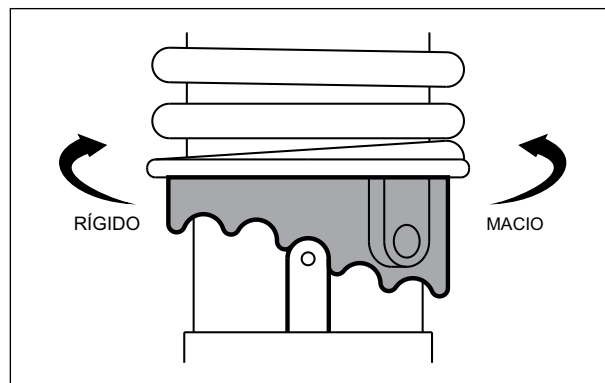

Fig. 6.91
- O amortecedor traseiro fornece 5 posições de ajustes para atender as diferentes condições de carga. (Fig. 6.91). Existem 5 posições para ajustar a mola de carga.